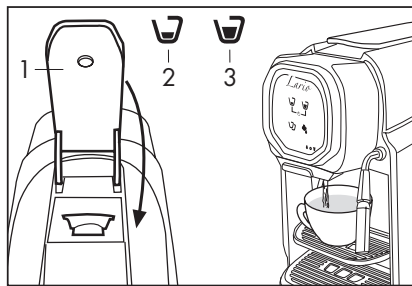

Fig. 10
- Refermer complètement le levier (1), appuyer sur le symbole de distribution (2-3) en fonction des goûts, et appuyer à nouveau dessus pour arrêter la distribution une fois la quantité voulue de café ou autre boisson atteinte (Fig. 10).